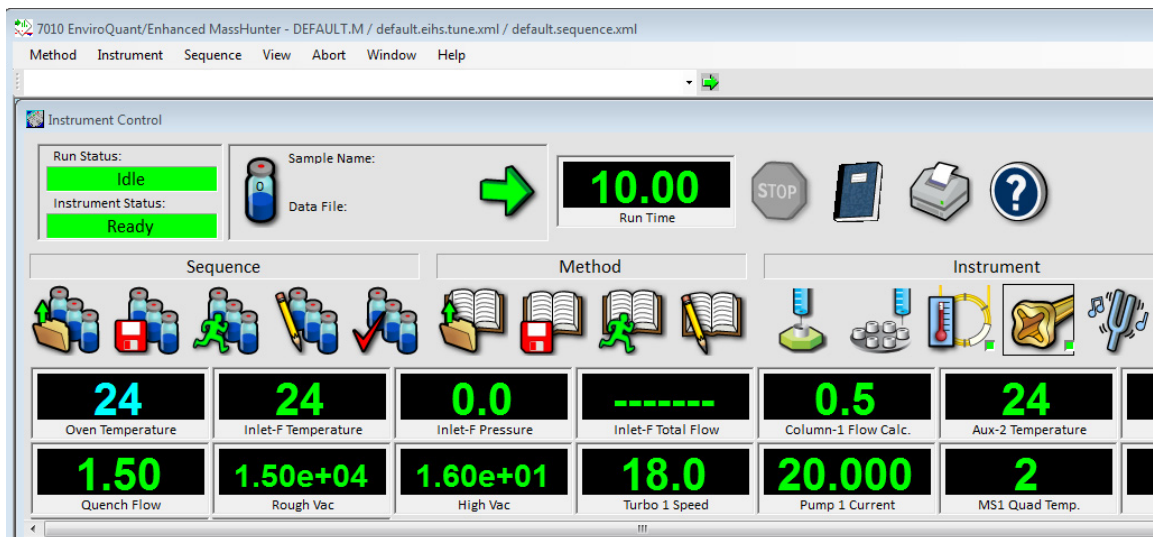

Figure 31. Positionnement des moniteurs
- 10 Sélectionner **Window > Arrange Plots and Monitors** (Fenêtre > Positionner les graphes et les moniteurs) ou cliquer sur chaque moniteur et le faire glisser jusqu'à la position souhaitée. Voir la **Figure 31**, qui présente une façon de positionner les moniteurs.